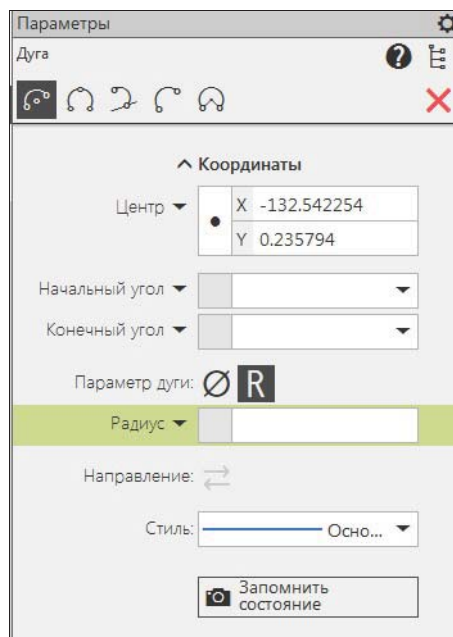

Рис. 6.8. Панель Параметры: Дуга
- ◆ щелкните ЛК мыши по кнопке **Дуга** . В **Заголовке** панели **Параметры: Дуга** (рис. 6.8) имеются кнопки всех команд группы **Дуга**;